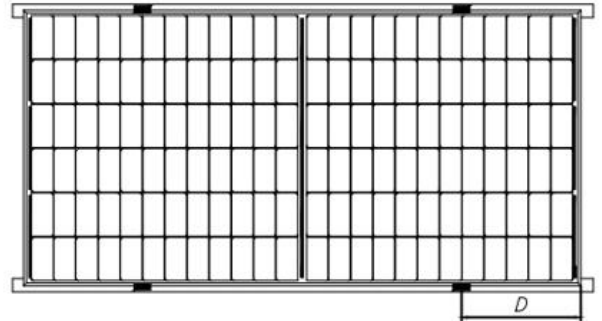
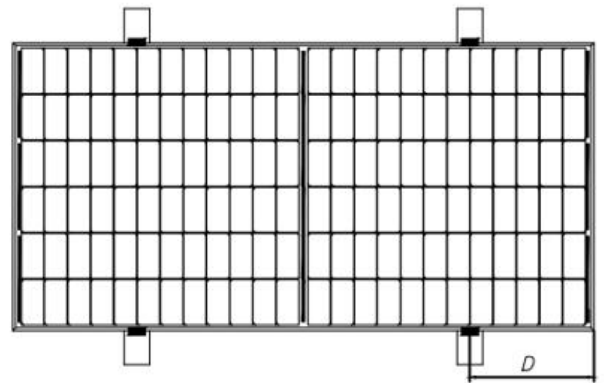
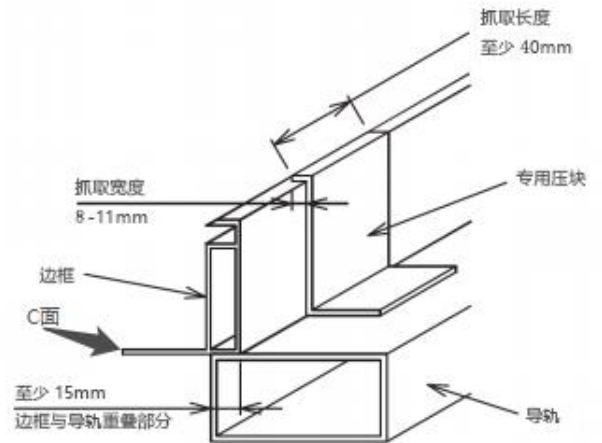

图 3 导轨重合长边框安装
图 4 导轨垂直长边框安装
图 7 导轨重合长边框安装压块要求
至少 4 个压块进行固定，如图 3 和图 4。
⑦ 对于图 3 所示的安装方式，组件需使用专业太阳能压块（如图 7 所示）来固定，组件 C 面与导轨的重叠部分应  $\geq 15 \text{ mm}$ 。如果使用不合适的夹具或不正确的安装方式，正泰有限质保将会无效。